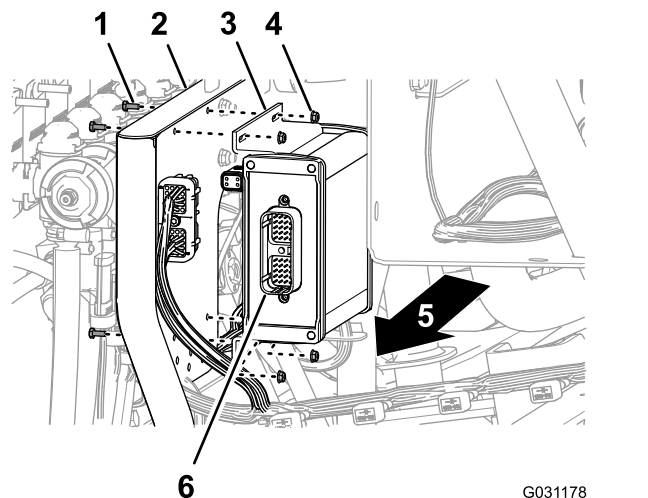

Figura 160
2. Montate il programmatore dell'irroratrice sul supporto della valvola (Figura 160) con i 4 bulloni (4 x 10 mm) e 4 dadi di bloccaggio flangiati (4 mm).
1. Allineate il programmatore dell'irroratrice al lato anteriore del supporto della valvola con il connettore a 40 pin verso l'esterno (Figura 160).